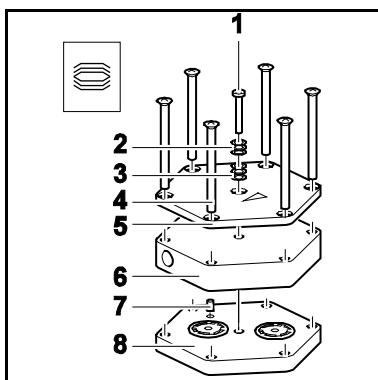

Fig. 24 : Monter la tête de pompe
1. En cas de pompe à deux têtes : Sur le raccordement pneumatique de la tête (3), desserrer les écrous-raccord (2) à la main. Tourner le raccord à visser coudé (1) de la tête de pompe (4) dans le sens inverse des aiguilles d'une montre jusqu'à ce que le tuyau de raccordement puisse être retiré.
2. Repérer la plaque supérieure (Fig. 24/5), le couvercle de tête (Fig. 24/6), la culasse (Fig. 24/8) et le support de membrane d'un trait continu au feutre (dans le cas des pompes à deux têtes : sur les deux têtes de pompe). Cela évite ainsi un montage erroné ultérieur des pièces.
3. Enlever les vis extérieures (5) de la/des tête(s) de pompe/des têtes de pompe.
2. Mettre en place la culasse (8) avec les plaques soupapes/joints sur le logement selon le trait au feutre.
3. Mettre en place le couvercle de tête (6) sur la culasse (8) selon le goujon d'assemblage (7).
4. Placer la plaque supérieure (5) sur le couvercle de tête (6) selon le trait au feutre.
5. Serrer les vis (4) en quinconce.
6. Mettre en place la/les vis (1) au milieu de la plaque supérieure (5) avec les rondelles Belleville (2, 3). Veiller alors à ce que les rondelles Belleville soient correctement disposées (voir fig. 24).
7. Serrer la/les vis (1) jusqu'à ce que la tête de vis soit au ras de la surface. Fixer la/les vis avec un demi-tour supplémentaire. (couple de serrage: N810: 20 Ncm; couple de serrage N 820/N 840/N 842: 25 Ncm).